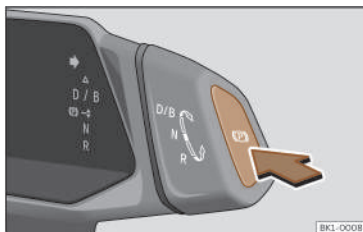

Fig. 125 Nel selettore del cambio: tasto del freno di stazionamento elettronico.
- A veicolo fermo, premere il tasto >>> **fig. 125**.
- Premere il tasto >>> **fig. 125**. Si inserisce il freno di stazionamento elettronico.